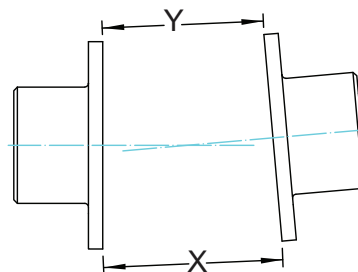

Abbildung 8 – Winkelversatz.
- 8.7. Der "Winkelversatz"-Wert ist die maximale Differenz zwischen den Messwerten X und Y, die an gegenüberliegenden Enden der Nabenflanschen gemessen werden, siehe Abbildung 8.